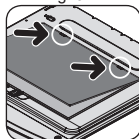

fig. 5.3
4. Encaixe o vidro interno nos suportes inferiores posicionando-o sobre a porta (fig. 5.3).